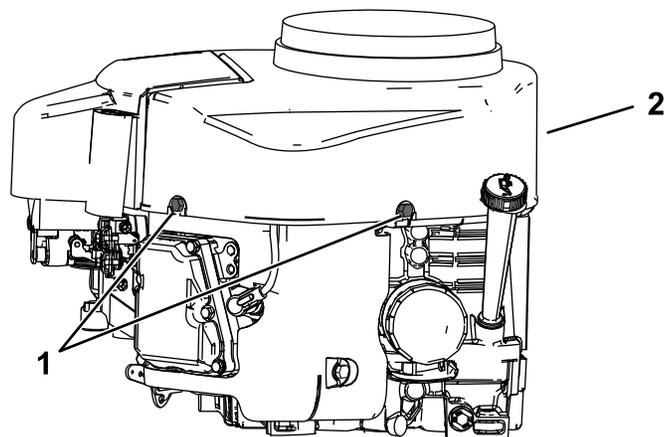

図 45
4. ファンハウジングのボルトを外してハウジングを外す 図 45。